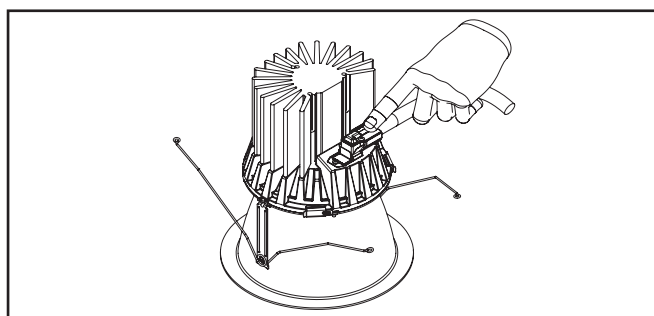

Figura 35
8. Alinee correctamente el conector como se muestra en (Figura 35).